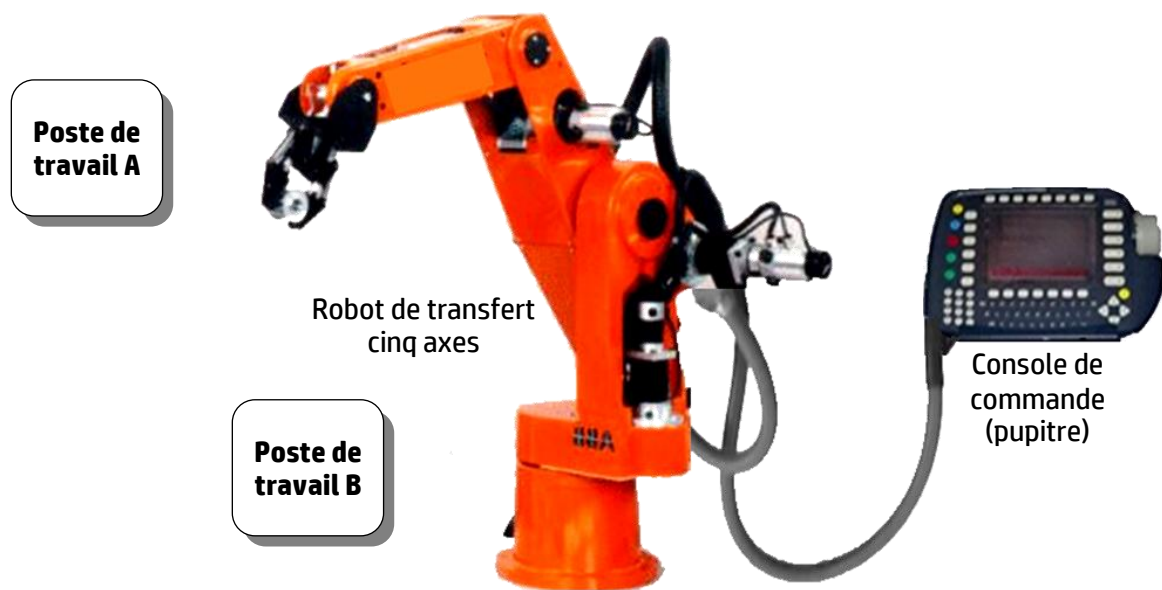

Figure 1 : Environnement du robot de transfert cinq axes
Dans une chaîne de production, le robot de transfert cinq axes (Figure 1) permet à l'opérateur de déplacer une pièce mécanique d'un poste de travail « A » à un poste de travail « B ».
3. Principe de fonctionnement du robot de transfert cinq axes : (Figure 1 page 2/14 et DRES page 12/14)
Pour assurer le contrôle des différents axes du robot de transfert en position et en vitesse angulaires, chaque moteur-frein est équipé d'un codeur incrémental qui permet à la partie commande de repérer avec précision la position de chaque axe. Grâce à une console de commande (ou pupitre, **Figure 1 page 2/14**), l'opérateur peut commander les différents mouvements du robot de transfert cinq axes. Les informations sur l'état du robot sont affichées à l'écran.